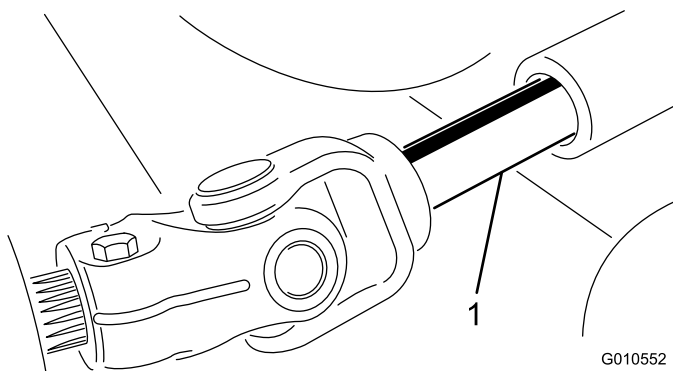

図 22
5. PTO シャフトのオスメスの接続部分を解除して、カuttingユニットをトラクションユニットから引き出す 図 22。
3. オスの PTO シャフトとメスの PTO シャフトを接続する 図 22。